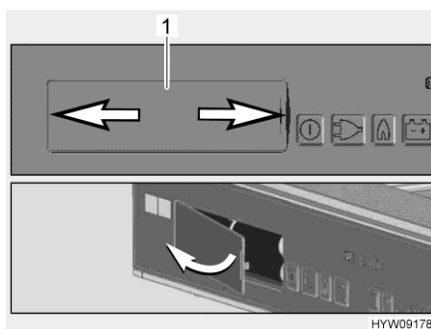

Fig. 174 Vano batteria
- Premere contemporaneamente a sinistra e a destra sul coperchio (Fig. 174,1) del vano batteria (freccia).